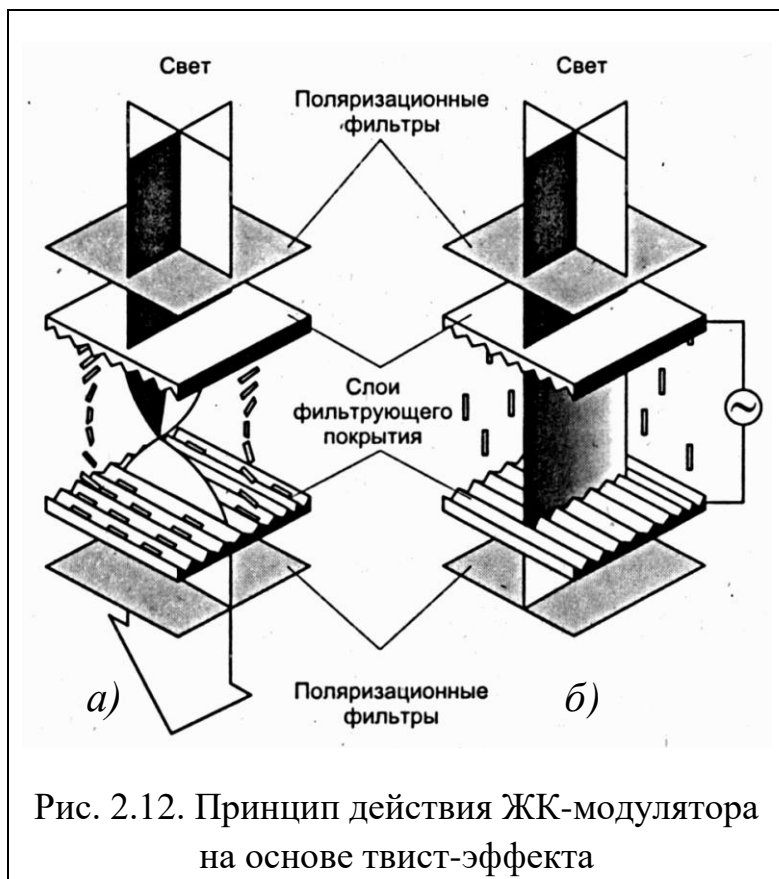

Рис. 2.12. Принцип действия ЖК-модулятора на основе твист-эффекта
2.12а. Если к электродам приложить потенциал, то молекулы нематика ориентируются по полю. Спиралевидная структура разрушается и перестает вращать плоскость поляризации, «запирая» световой поток, рис. 2.12б. Из-за неидеальности свойств поляризаторов и ориентации ЖК-материала прозрачное и непрозрачное состояния имеют конечные коэффициенты пропускания. Отношение коэффициентов пропускания в прозрачном и непрозрачном состоянии определяют контрастность изображения.